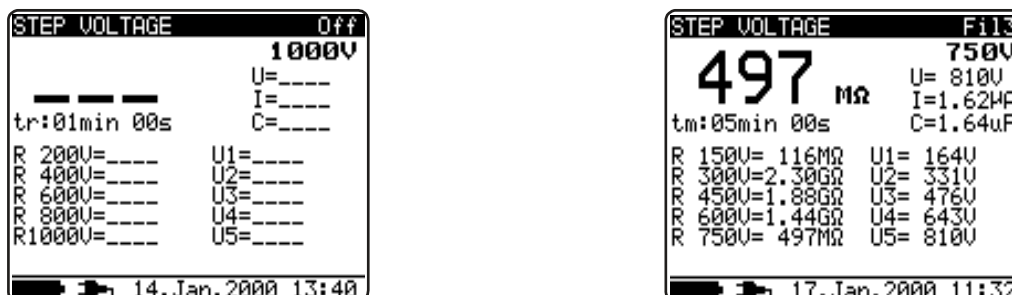

Рис. 14 Состояния дисплея в функции измерения сопротивления изоляции ступенчатым изменением напряжения
- При необходимости результат (смотрите рисунок 14, справа) может быть сохранен путем двойного нажатия клавиши **MEM**, смотрите пункт 6.1.